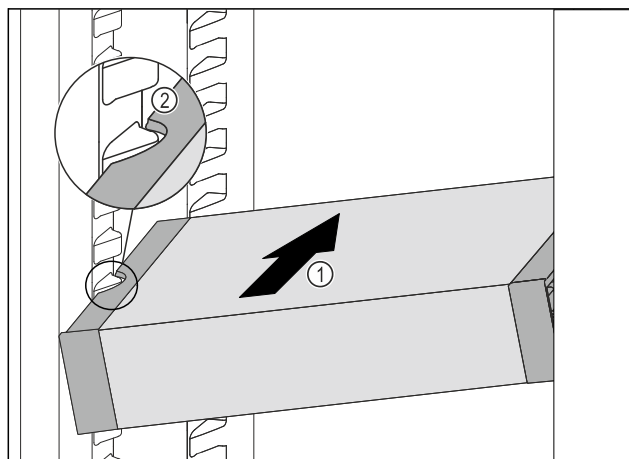

Fig. 96
- ▶ Zasuňte VarioSafe do chladničky pod úhlem tak Fig. 96 (1), aby vybrání na bocích Fig. 96 (2) VarioSafe byla na úrovni žebrování na nádoby v chladničce.